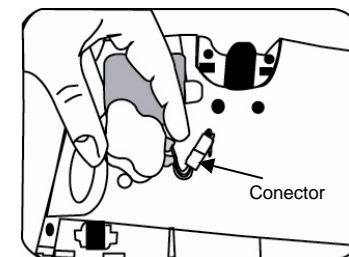

Fig. 5
4. Levante cuidadosamente la batería y desconecte los terminales. Quite la batería de la unidad. (Fig. 5)
6. Siga las instrucciones de carga inicial de la batería. Llame al departamento de servicio al cliente al 1 (800) 798-7398 si tiene algún problema reemplazando la batería.